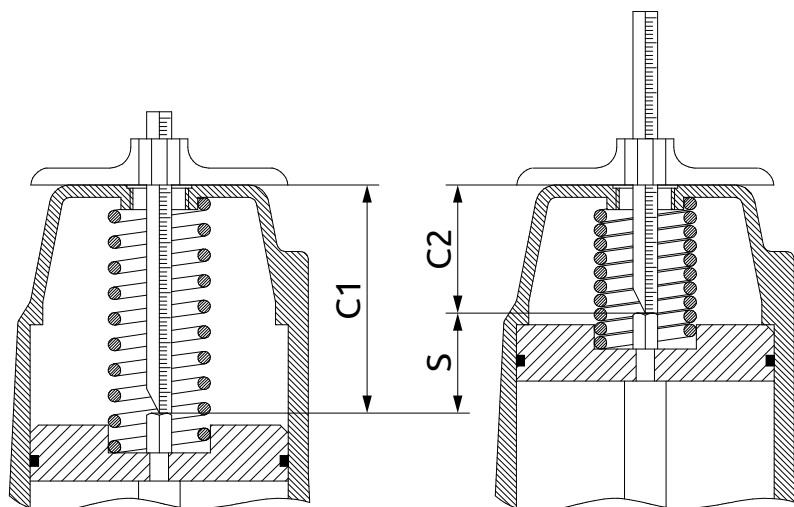

Рисунок 3 - Схема измерения хода штока S и расстояний $C1$ и $C2$ для определения совместимости клапана с позиционером
- 2) Произведите измерение хода штока клапана S и расстояний до поршня в закрытом и открытом состояниях: C1 и C2 (см. рисунок 3).